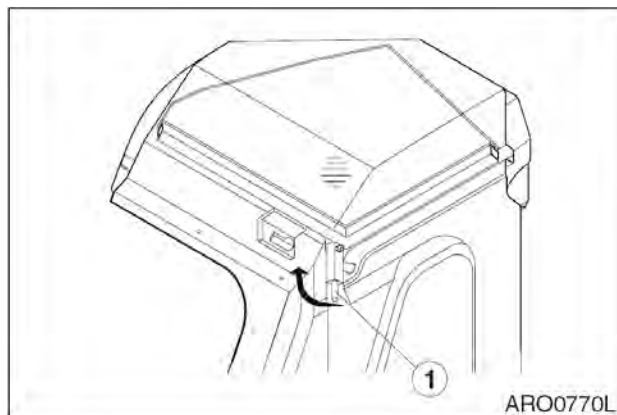

Рис. 96
3. Разблокировать, потянув рычаг (1, рис. 96) в направлении, указанном стрелкой.